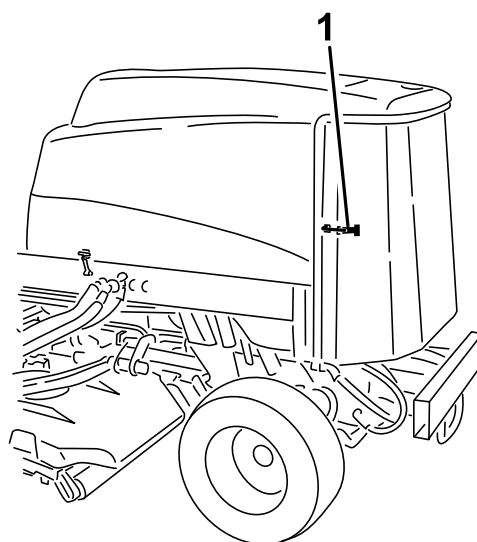

図 86
3. 後部スクリーンのラッチを外してスクリーンを開く 図 86。